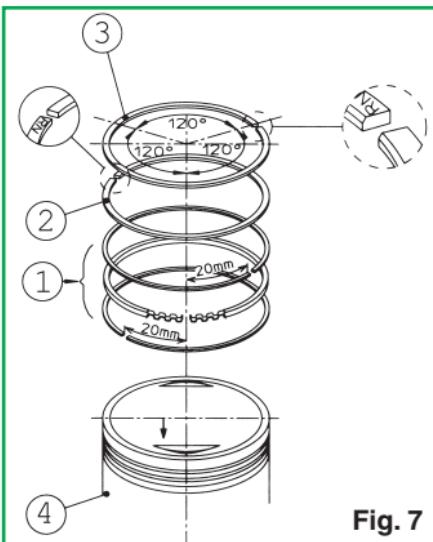

Fig. 7
- Introduire l'expanseur du segment racleur d'huile dans la gorge spéciale sur le piston, monter l'élément inférieur puis l'élément supérieur en complétant le montage du racleur d'huile (Fig. 7 - Dét. 1).
- Monter le deuxième segment avec l'inscription N tournée vers la partie supérieure du piston comme indiqué Fig. 7 - Dét. 2.
- Monter le premier segment de compression avec l'inscription N tournée vers la partie supérieure du piston comme indiqué Fig. 7 - Dét. 3.
- Mettre en place les segments comme indiqué Fig. 7.
- Mettre en place le piston sur la bielle et introduire le nouvel axe. S'assurer que la flèche gravée sur le ciel du piston est tournée côté échappement (Fig. 7 - Dét. 4).
- Vérifier à nouveau que les segments sont bien positionnés comme indiqué Fig. 7.
- Couper le contact, effectuer une nouvelle purge en desserrant l'écrou (Fig. 7).